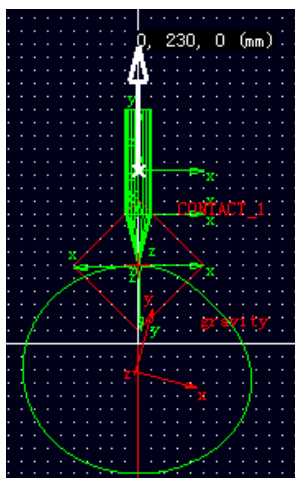
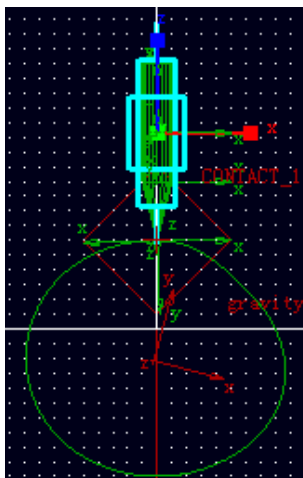

图 7-1 定义移动副的方向
图 7-2 从动件上的移动副
7.2 选择 ADAMS/View 约束库中的移动副 (Joint: Translational) 按钮, 参数选择 2 Bod-1 Loc 和 Pick Feature。在 ADAMS/View 工作窗口中先用鼠标左键选择圆柱体 (PART\_10), 然后选择机架 (ground), 接着选择圆柱体上的 PART\_10.cm, 这时会出现一个白色的箭头, 移动光标, 使箭头的方向垂直向上, 如图 7-1 所示。最后点击鼠标左键确认。图 7-2 中显亮的部分就是创建出来的移动副。